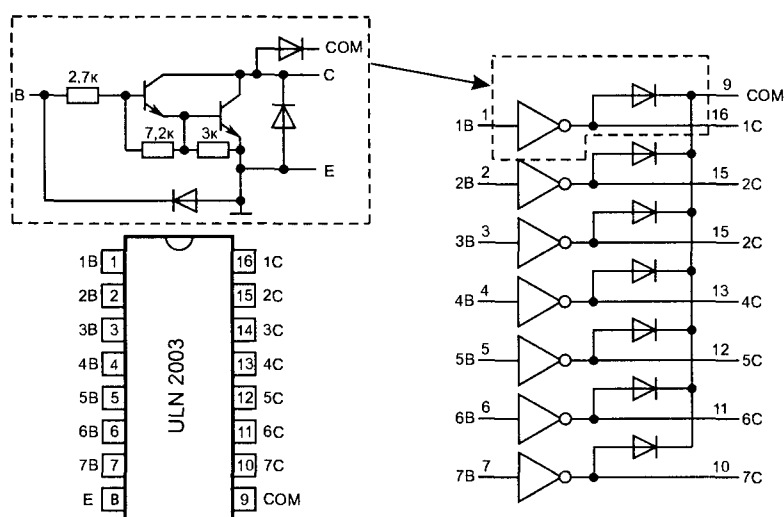

Рис. 3.2.6. Структурная схема и цоколевка микросхемы ULN2003. Принципиальная схема одного ключа
- 7-канальный транзисторный ключ в составе микросхемы ULN 2003, используется для усиления выходных сигналов процессора для управления исполнительными устройствами (симистор приводного мотора, реле, индикаторный светодиод). Каждый ключ представляет собой два составных транзистора с элементами смещения и защиты. Структурная схема микросхемы, расположение ее выводов и принципиальная схема одного из ключей показаны на рис. 3.2.6.